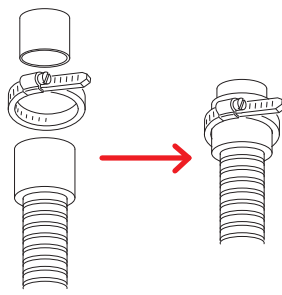

Abb. 15
- Den Kondensatabflussschlauch des Wärmetauschers unter Verwendung der mitgelieferten Schelle anschließen (siehe Abb. 15 und Foto 16).